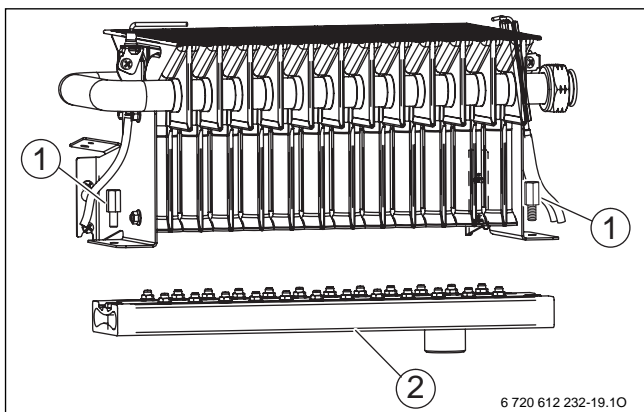

Bild 45
- ▶ Schrauben [1] lösen und Düsenstock [2] abnehmen (→ Bild 45).